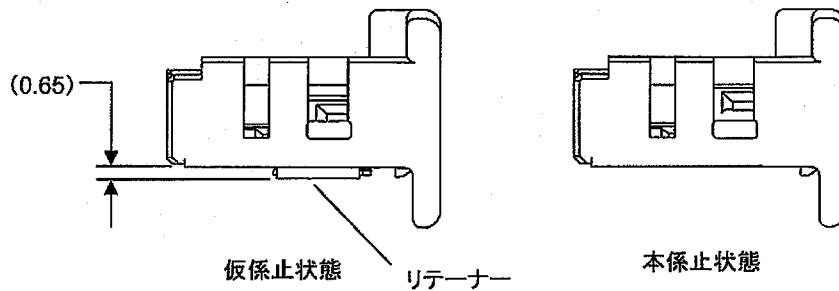

Fig.3
- 2) リテーナーが仮係止状態になっている事を確認します。本係止状態になっている場合は、仮係止状態にして下さい。本係止状態では端子が引抜きできません。(Fig.3)